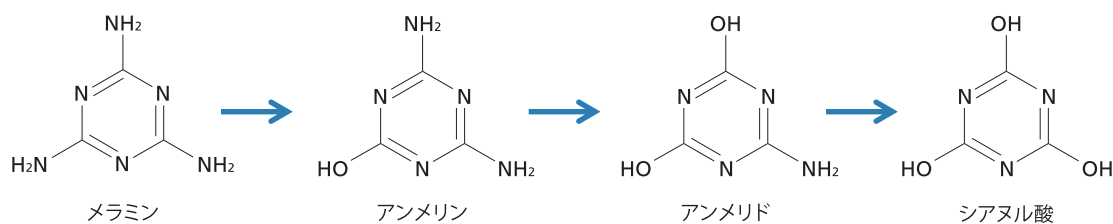

図1 メラミンの代謝経路
具体的な水処理業界におけるLC活用事例をご紹介します。紙面の都合上、③のケースのみですが、メラミンを含む排水の生物処理検討時に行う分析の事例をご紹介します。図1に示したように、メラミンは、アンメリン、アンメリドを経由してシアマル酸まで分解することが知られています。単一の微生物がメラミンからシアマル酸まで分解する事例も報告されていますが、一般にはシアマル酸は、メラミンを分解する微生物とは別の微生物系により分解するケースが多く、メラミンを分解するとシアマル酸が蓄積する傾向が認められる場合があります。生物処理は、通常は混合微生物系なので、様々な種類の微生物の働きをうまく組み合わせられるように、生物処理の条件を整えることで、シアマル酸を蓄積することなく、メラミンを処理することができます。